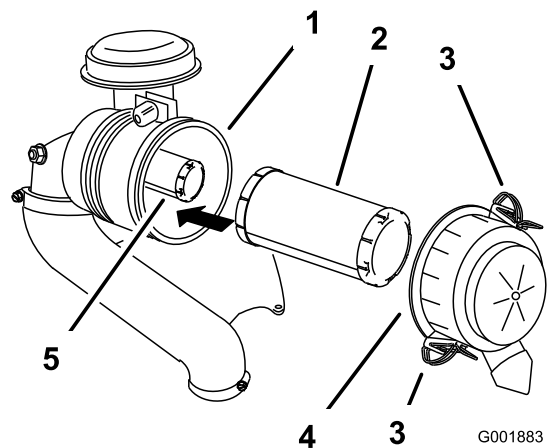

Figura 29
3. Abra los cierres del limpiador de aire y tire de la tapa de la entrada de aire para separarla del cuerpo del limpiador de aire (Figura 29).
5. Extraiga con cuidado el filtro primario del cuerpo del limpiador de aire (Figura 29).
2. Si va a cambiar el filtro de seguridad, deslícelo cuidadosamente en el cuerpo del filtro (Figura 29).
3. Deslice cuidadosamente el filtro primario por encima del filtro de seguridad (Figura 29).
4. Instale la tapa del limpiador de aire con el lado marcado **up** hacia arriba y fije los cierres (Figura 29).